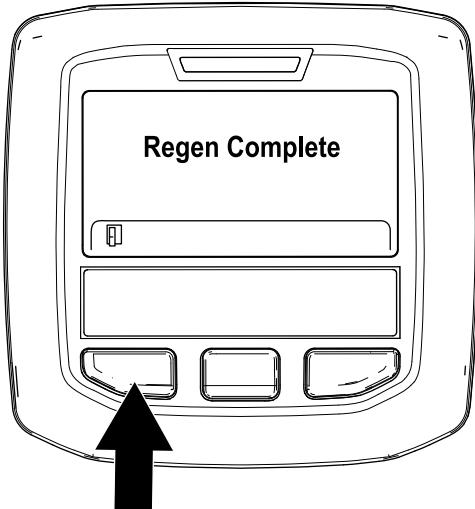

図 51
9. 駐車再生が終了すると、インフォセンターに Regen Complete と表示される。左ボタンを押してホーム画面に戻る図 51。